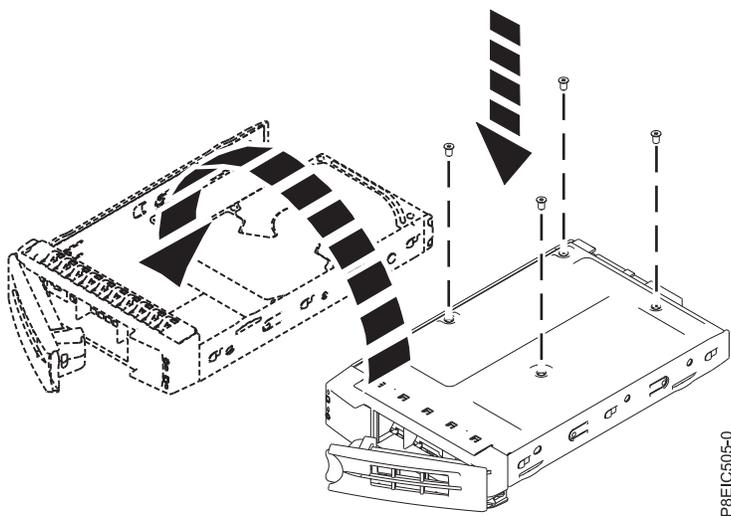

Figure 5. Montage de l'unité 2,5 pouces dans le tiroir
- Une unité 2,5 pouces doit être positionnée à l'arrière du tiroir. Tout en maintenant l'unité et le tiroir, retournez celui-ci. Fixez l'unité au bas du tiroir à l'aide de quatre vis, comme illustré dans la figure 5.